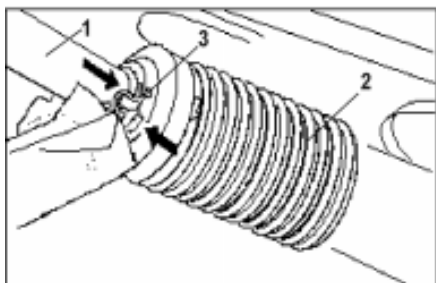

Fig. 11
- Skjut på skyddet (Fig. 11/1) och vrid skyddstratten (Fig. 11/2) i monteringsposition.
- Drag åt stoppskruven (Fig. 11/3)